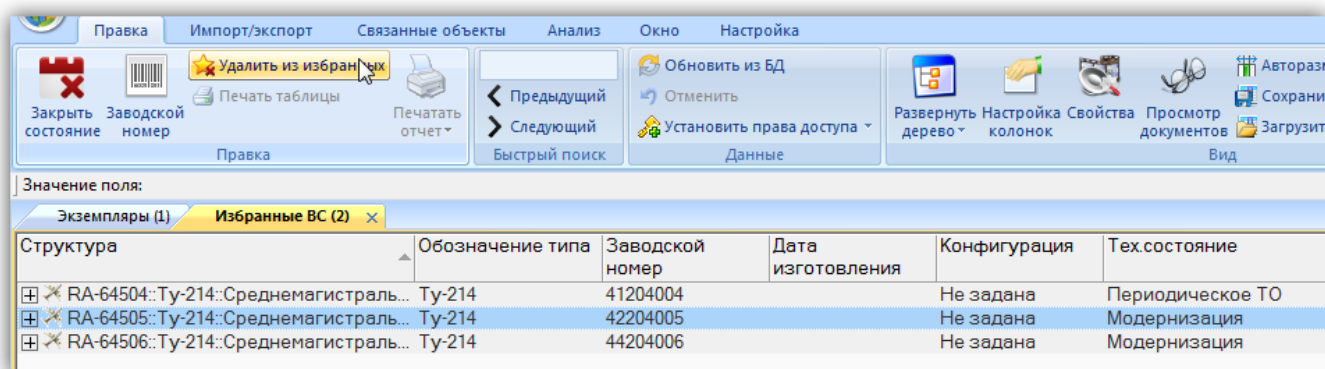

Рис. 13-35 – Удаление экземпляра ФИ из избранных
- 3) Нажать кнопку  «Удалить из избранных» панели «Правка» (рис. 13-35).